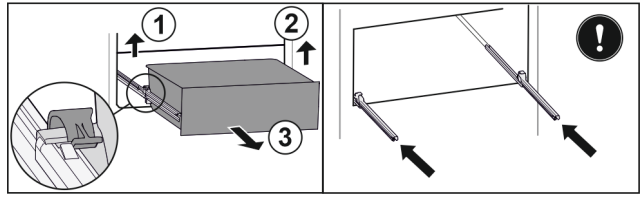

Fig. 78
- ▶ Підняти лівий затискач і одночасно висувний ящик ліворуч потягнути вперед. Fig. 78 (1)
- ▶ Підняти правий затискач і одночасно висувний ящик праворуч потягнути вперед. Fig. 78 (2)
- ▶ Вийняти висувний ящик рухом вперед. Fig. 78 (3)